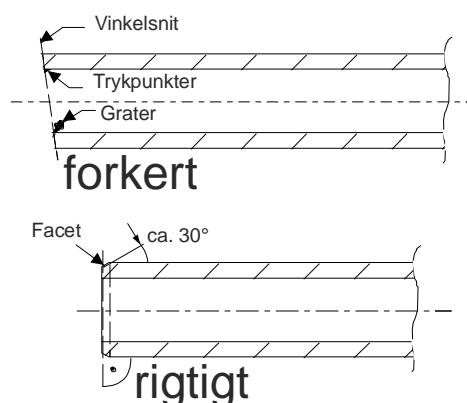

Fig. 35 Tilskæring af rørene
- Rørene tilskæres til den rette størrelse ved hjælp af en rørskærer. Sørg i den forbindelse for, at der skæres vinkelret på røraksen. Fjern eventuelle udstående grater, Fig. 35.
- Enderne på de enkelte rørstykker skal facetteres let ved hjælp af et egnet værktøj, fx let affasning med en rørskraber, Fig. 35.